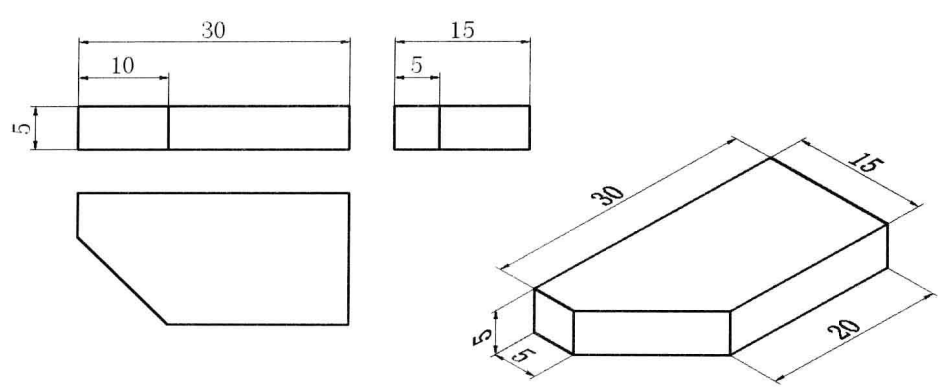

图 7-9-2
- (2) 为三视图和轴测图标注尺寸，如图 7-9-2 所示。